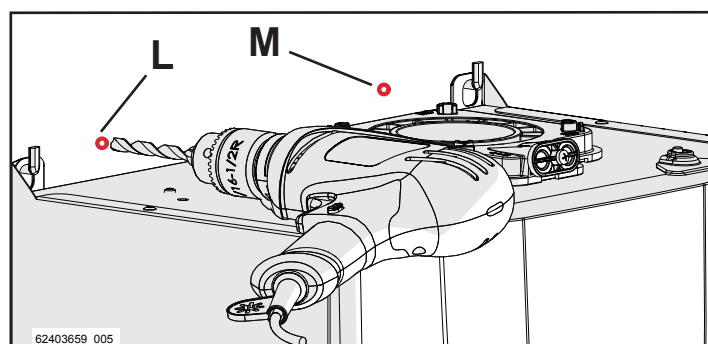

Figure 5-44
- 3.- Retirer le gabarit de référence et l'étrier de fixation supérieur et réaliser, au niveau des signes effectués, les trous avec la perceuse, comme il est indiqué sur les Figures 5-44 et 5-45;